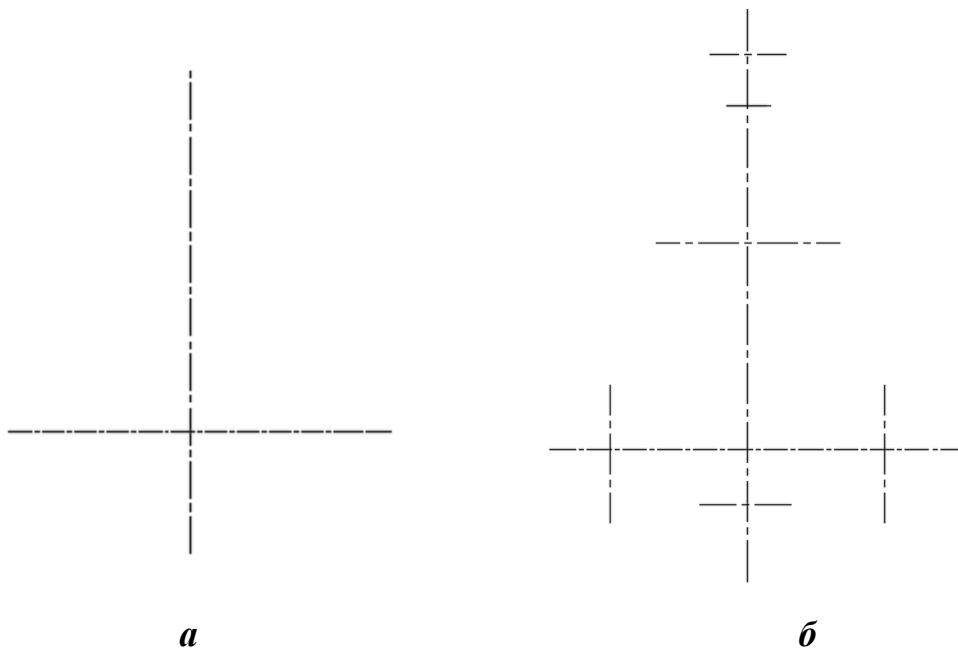

Рис. 2.29
1. У шарі "Осі" провести осьові лінії деталі за допомогою команди **Отрезок (LINE)** (рис. 2.29). Спочатку необхідно накреслити вертикальну та одну з горизонтальних осьових ліній (рис. 2.29,*а*).
Всі інші осьові лінії отримують шляхом зміщення існуючих ліній на відповідну відстань. При цьому рекомендується використовувати команду **Смещение (OFFSET)** (рис. 2.29,*б*).